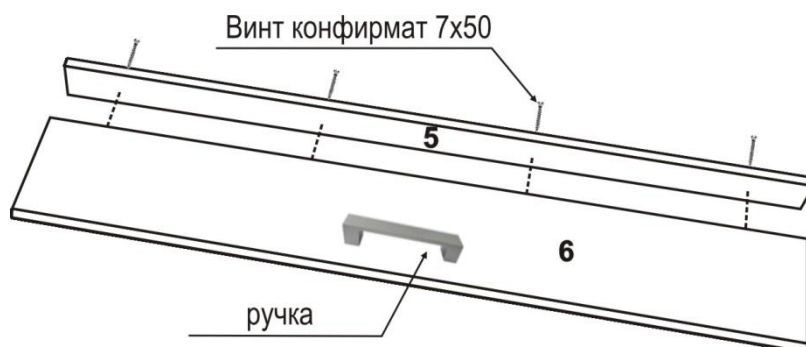

рис. 13
**12. Установить ручку на полку (6).**
Соединить декоративную планку (5) с полкой (6), используя винт конфирмат 7x50 (рис.13).